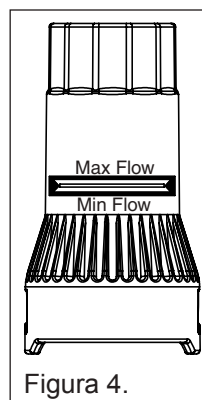

Figura 4.
3. Compruebe que el émbolo blanco (dentro del medidor de flujo) esté alineado dentro las caja de calibrador de caudal. Véase figura 4.